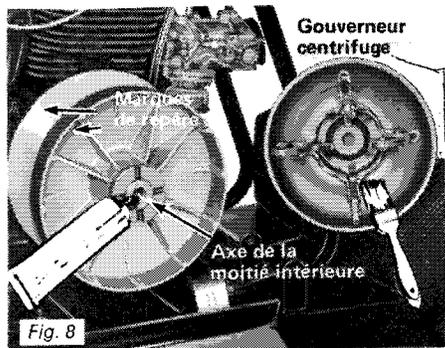

Fig. 8
4. Appliquez une légère couche de lubrifiant Ski-Doo* pour poulies sur les (4) contrepoids du gouverneur.
5. Assurez-vous que les marques-repère sur les moitiés de la poulie coïncident. Rempissez ensuite l'axe de la poulie de commande avec du lubrifiant Ski-Doo* pour poulies. (Voir Fig. 8).